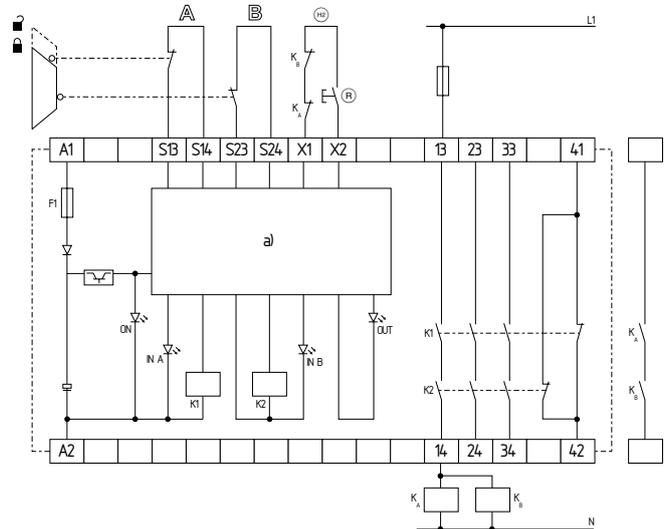

図 2
少なくとも一方が強制開離接点の、2つの接点A及びBによるガード監視に見られる、外部リセットボタン (R) のある2チャンネル制御 (図2参照)